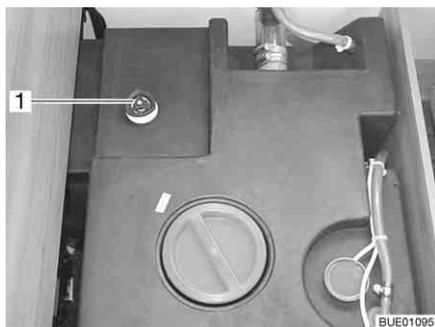

Fig. 206 Depósito de agua con tirador giratorio
- Girar el tirador giratorio (Fig. 206, 1) del depósito de agua en sentido contrario a las agujas del reloj sobrepasando la resistencia, para abrir el orificio de salida completamente.